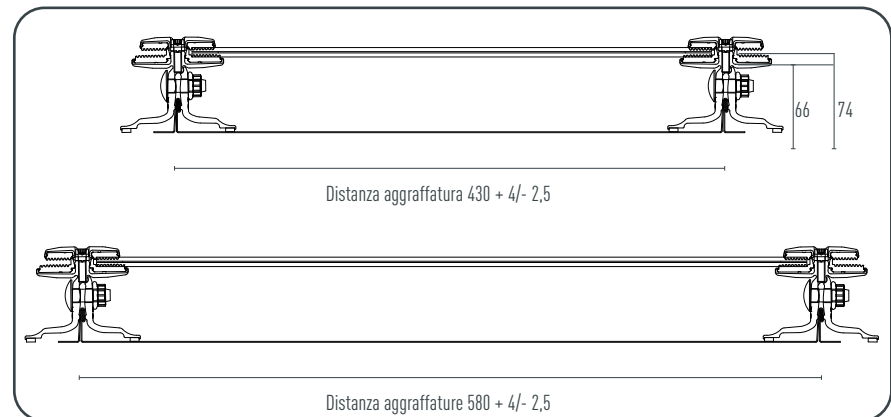

Fig. 5 • Distanza aggraffatura incl. tolleranze
- Inserire i moduli e collegare i connettori secondo il layout delle stringhe. Assicurarsi che i moduli fotovoltaici siano centrati sulle basi dei morsetti e che gli inserti in EPDM siano correttamente inseriti (Fig. 5).
- Praticare un foro al centro, incollare la guarnizione per tubi e far passare il tubo protettivo attraverso tutti gli strati del tetto fino all'interno (Fig. 5).